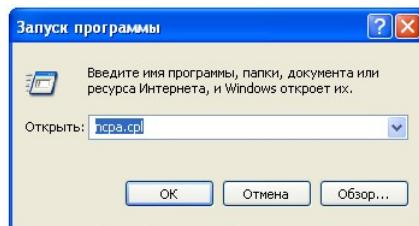

Рисунок 4.2 – Диалог «Запуск программы»
- 2) в появившемся диалоге «Запуск программы» набрать «ncpa.cpl» (рисунок 4.2), нажать «OK»;